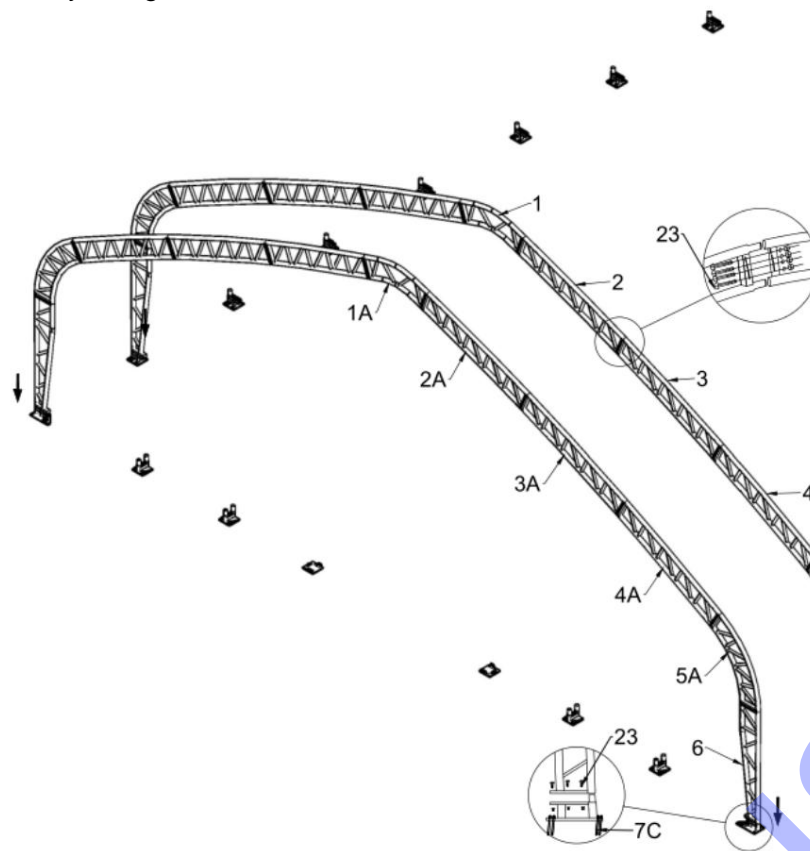

Figure 3
1. La figure 3 montre comment connecter le tube de toit supérieur (n° 1/n° 1A), le tube de durcissement supérieur (n° 2/n° 2A), le tube courbé central (n° 3/n° 3A), le tube courbé inférieur (n° 4/n° 4A), le tube courbé latéral (n° 5/n° 5A) et le pied de support (n° 6) à l'aide du boulon M12x40 (n° 23), ce qui permet de former une arche. Ensuite, insérez l'arche dans le tube de la plaque de base à l'aide d'un palan et assemblez chaque groupe d'arches tour à tour (voir figure 3). N'installez pas les boulons sur le dessus de la ferme, là où la toile reposera.